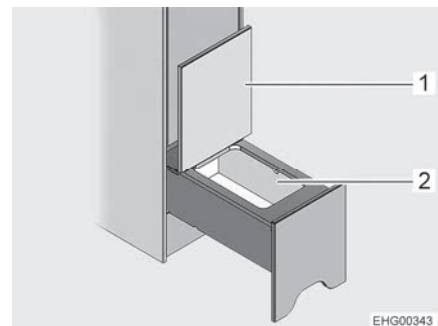

Fig. 125 Compartimento de almacenamiento
- Plegar la tapa (Fig. 125,1) hacia arriba. Se tiene acceso al compartimento de almacenamiento (Fig. 125,2).